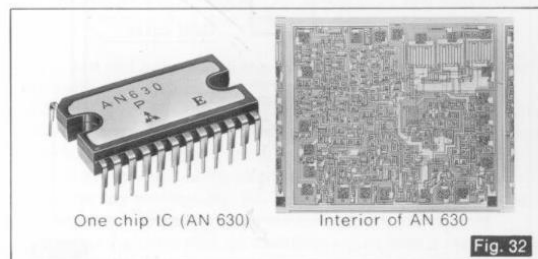

Fig. 32
- Dependable one chip IC (See Fig. 32.)